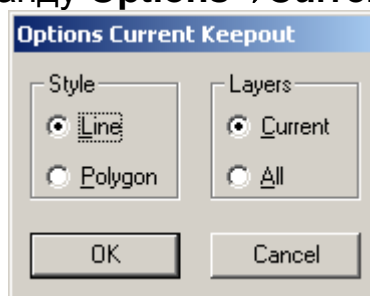

Рис. 14 Команда **Options Current Keepout**
8.1 Откройте команду **Options**→**Current Keepout** (рис. 14).